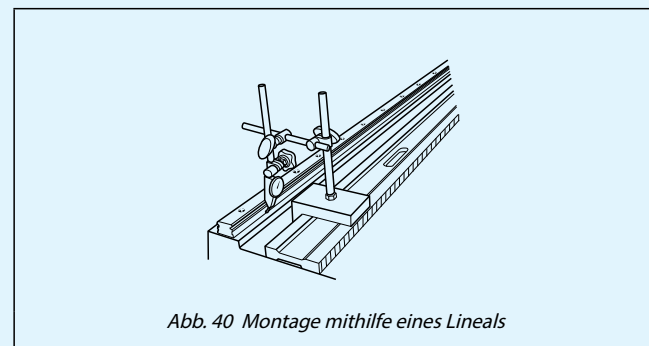

Abb. 40 Montage mithilfe eines Lineals
- Nach der provisorischen Befestigung der Führungsschiene wird ein Justierelement wie in Abb. 40 gezeigt auf der Bezugsmontagefläche des Führungswagens befestigt. Nacheinander werden die Befestigungsschrauben der Führungsschiene angezogen, während mithilfe des Lineals überprüft wird, ob die Bewegungsrichtung des Führungswagens weiterhin gerade bleibt.